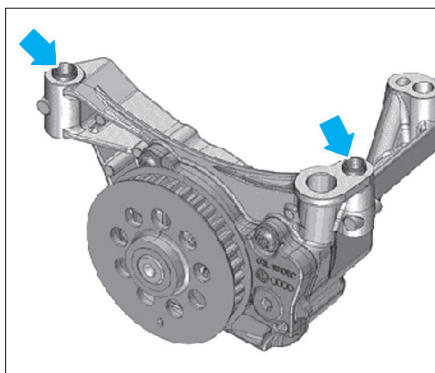

FIG. 40
- Avant la repose de la pompe à huile, vérifier la présence de guide sur cette dernière (Fig.40).